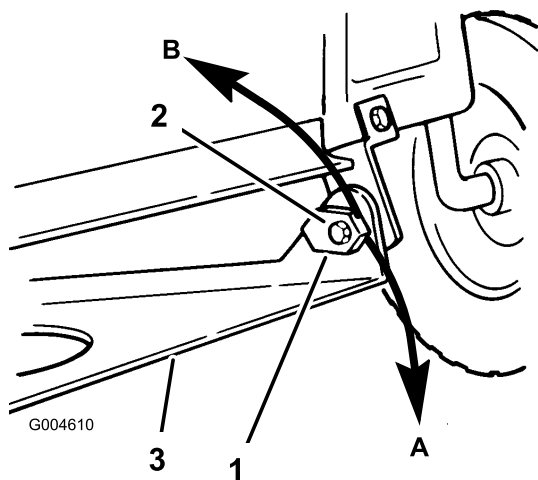

Figura 48
15. Regolate l'inclinazione longitudinale ruotando i dadi speciali di regolazione su entrambi i lati dell'attacco orientabile del tosaerba (Figura 48).
16. Girate lentamente il dado di regolazione sinistro verso il basso per alzare la parte anteriore del tosaerba; girate il dado verso l'alto per abbassare il lato anteriore del tosaerba (Figura 48). Girate il dado di regolazione fino a che il lato anteriore del tosaerba è più basso di 6–16 mm rispetto al lato posteriore.